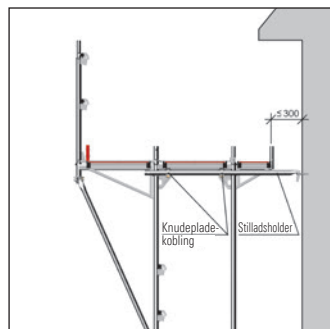

Fig. 53: Stilladsholder med knudeplade-kobling
**Bemærk:** Knudeplade-koblinger må kun bruges i det øverste stilladslag (fig. 53 og 54).